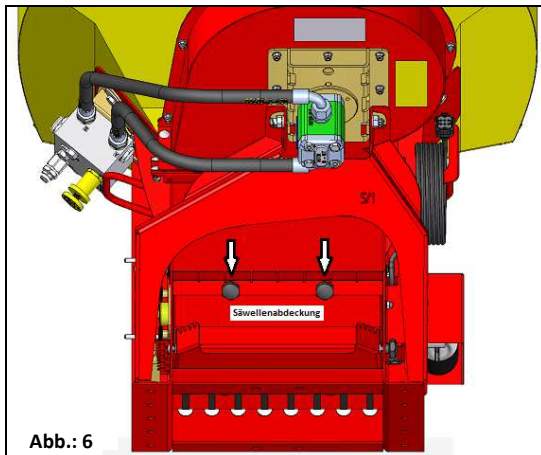
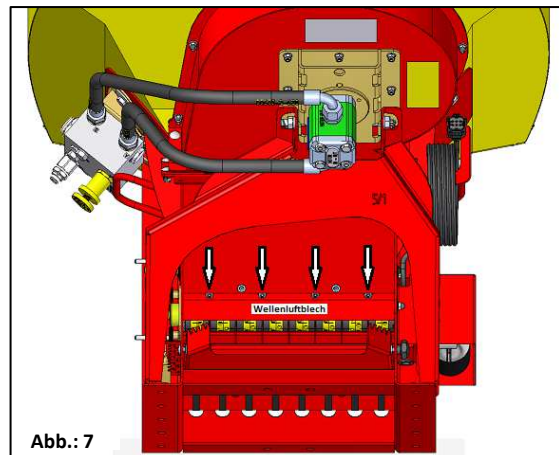

Abb.: 6
Abb.: 7
3. Säwellenabdeckung (Abb.:6) durch Herausdrehen der Sternschrauben demontieren. Das Wellenluftblech (Abb.:7) durch Entfernen der 4 Schrauben herausnehmen.